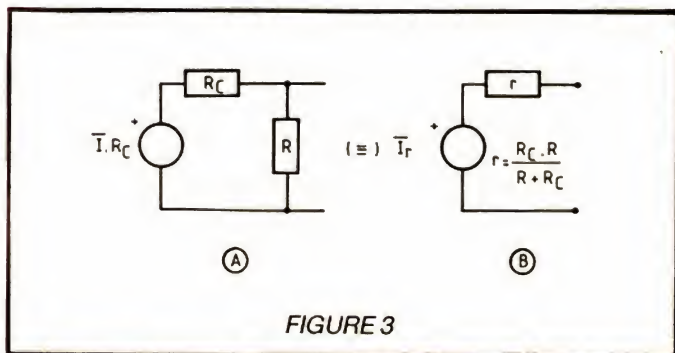

FIGURE 3
a) Le générateur de Thévenin de la figure 2B peut être remplacé par celui de la figure 3. La f.e.m. de ce nouveau générateur est \bar{E}'_{th} telle que :